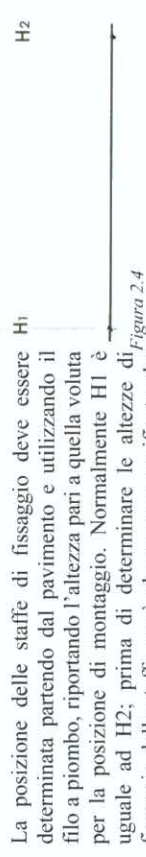

Figura 2.4
- (d) Fissare i ganci al balcone attraverso i fori "A" (*Figura 2.4*) e utilizzando il metodo più adatto a seconda della tipologia di cornicione (tasselli in caso di cornicioni in cemento, viti autofilettanti in acciaio in caso di ringhiere in ferro, ecc.)